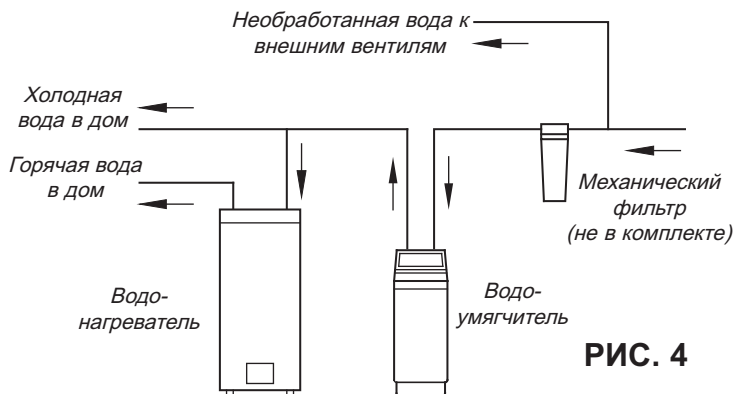

РИС. 4
12. Для фиксации шланга используйте шланговый хомут. Если местные нормы по проведению сантехнических работ не предусматривают использование гибкого сливного шланга, то следует использовать жесткую трубу. Купите в хозяйственном магазине обжимной штуцер (1/4" x 1,25 см наруж.диам.) и трубу с внешним диаметром 1,25 см (см. рисунок 4).